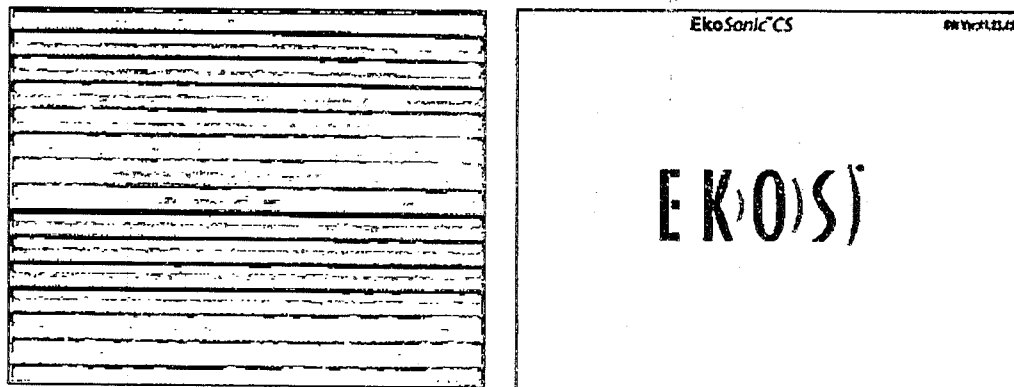

Figura 3. Pantallas iniciales de la Unidad de control EkoSonic durante la autoevaluación.
1. Si el equipo está conectado a la batería, encienda la batería con el interruptor de alimentación situado en el ángulo superior izquierdo del panel frontal de la batería. Encienda la Unidad de control con el interruptor de encendido/apagado situado en el panel posterior, cerca de la conexión para el enchufe de alimentación. El software incorporado realizará automáticamente una autoevaluación inicial de las funciones de la Unidad de control. Mientras realiza la autoevaluación, se mostrarán las pantallas en la Figura 3. Durante la prueba de hardware se muestra una pantalla con rayas de arco iris y, a continuación, durante la prueba de software, se muestra la pantalla con el logotipo de EKOS.